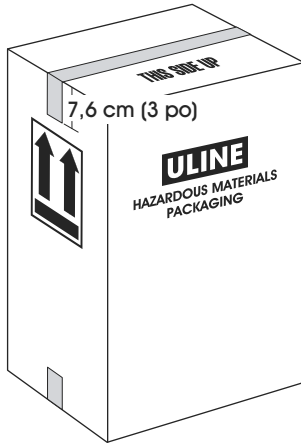

Figure 4
7. Seal top of carton down the center seam with one strip of 2" wide (2.6 mil) polypropylene tape (Uline Model # S-14564). The tape must extend at least 3" over each end of the carton. (See Figure 4)
7. Scellez le dessus de la boîte le long de la jointure centrale à l'aide d'une bande de ruban adhésif en polypropylène (2,6 mil) de 5 cm (2 po) de largeur (n° de modèle Uline S-14564). Le ruban adhésif doit dépasser d'au moins 7,6 cm (3 po) à chaque extrémité de la boîte. (Voir Figure 4)